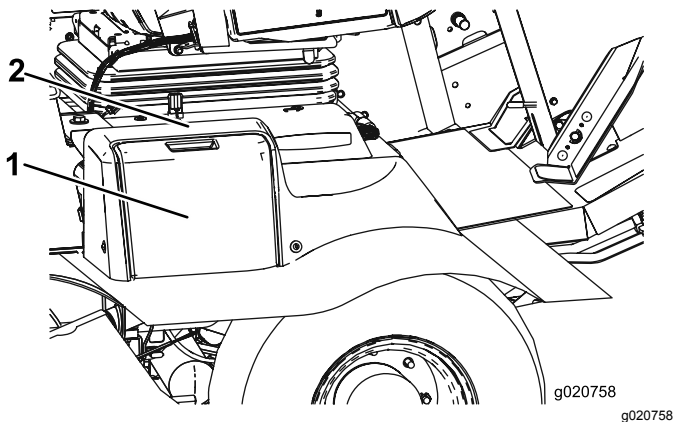

Figura 81
1. Abra la tapa de la batería (Figura 81). situada en el lado de la cubierta.
**Nota:** Presione hacia abajo sobre la superficie plana situada encima de la tapa de la batería para facilitar la apertura de la tapa (Figura 81).